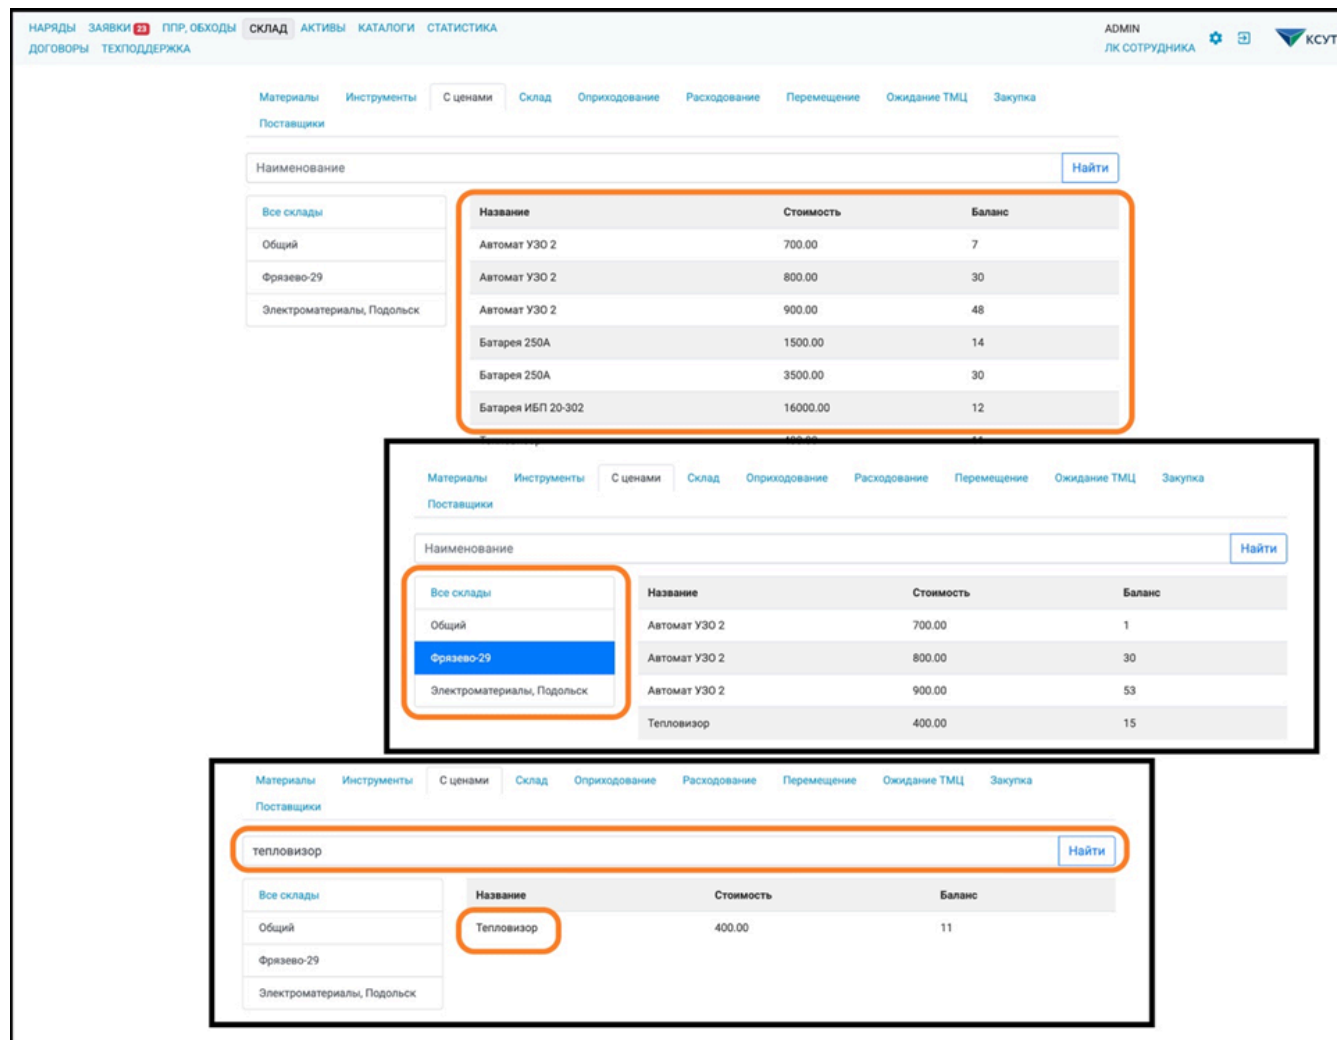

Рис.28 Текущий баланс ТМЦ и инструментов
7.6.1. Чтобы отсортировать ТМЦ или инструмент по местонахождению по складам, нужно нажать на соответствующее наименование Склада с левой стороны списка. Чтобы увидеть ТМЦ или инструмент на всех Складах, нужно нажать кнопку «Все склады» (рис. 28);